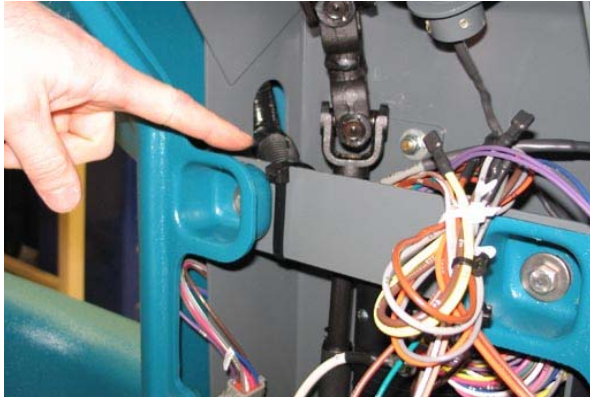

FIG. 65
34. Utilisez un collier de serrage pour fixer le faisceau de câbles sur la traverse supérieure du profilé de montage de direction et écarter le faisceau de câbles de l'arbre de direction. (Figure 65)